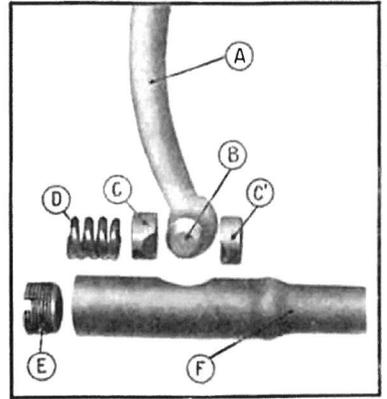

Fig. 225. — Montage du boîtier AV. de la barre de commande de direction.
*Boitier AV.* — Engager d'abord les deux noix de serrage (C et C') de la rotule B, du levier courbe, puis le ressort antagoniste (D) et le bouchon de serrage (E) (fig. 225).
*Boitier AR.* — Placer en premier lieu le ressort antagoniste (D), ensuite les deux noix des rotules (C et C'), puis le bouchon de serrage (E) (les bouchons de serrage ne seront momentanément vissés que de deux à trois filets).